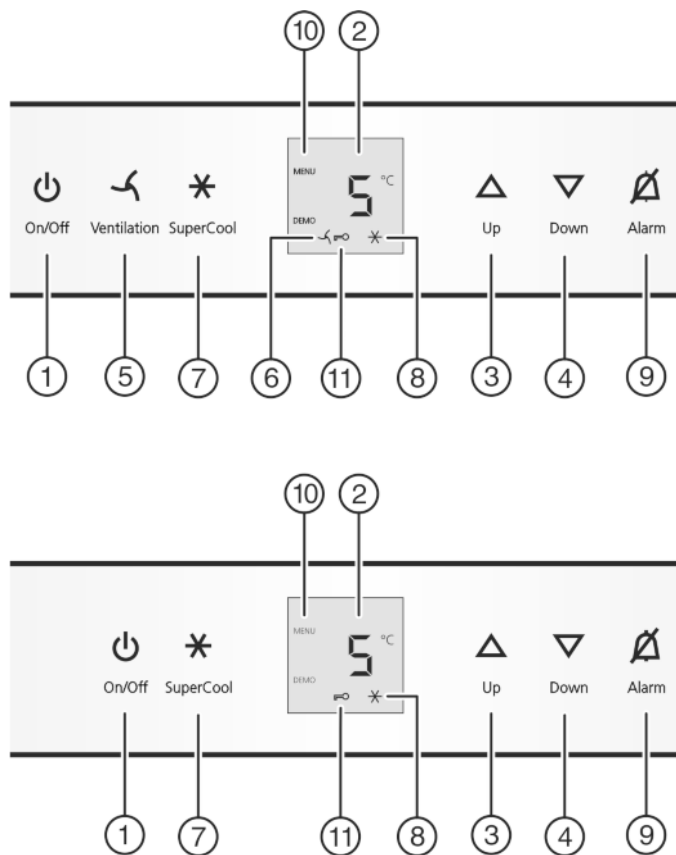

Fig. 2
- ▶ Apăsați tasta On/Off Fig. 2 (1).
- ▶ Activarea modului de reglare: Apăsați tasta SuperCool Fig. 2 (7) timp de cca. 5 s.
- ▶ Apăsați scurt tasta SuperCool Fig. 2 (7) pentru confirmare. Atunci când pe afișaj apare **c!**
- ▶ Pentru a porni protecția pentru copii apăsați scurt tasta SuperCool Fig. 2 (7).
- ▷ Simbolul protecției pentru copii Fig. 2 (11) se aprinde. Pe afișaj se aprinde intermitent **c**. Atunci când pe afișaj apare **c!**
- ▶ Pentru a opri protecția pentru copii apăsați scurt tasta SuperCool Fig. 2 (7).
- ▷ Simbolul protecției pentru copii Fig. 2 (11) se stinge. Pe afișaj se aprinde intermitent **c**.
- ▶ Dezactivarea modului de reglare: Apăsați tasta On/Off Fig. 2 (1).
- ▶ Apăsați tasta Alarm Fig. 2 (9).
- Creșterea temperaturii: Apăsați tasta de reglare Up Fig. 2 (3).
- Reducerea temperaturii: Apăsați tasta de reglare Down Fig. 2 (4).
- Apăsați scurt tasta SuperCool Fig. 2 (7).
- ▷ Simbolul SuperCool Fig. 2 (8) se aprinde pe afișaj.
- ▷ Simbolul SuperCool Fig. 2 (8) se stinge pe afișaj.